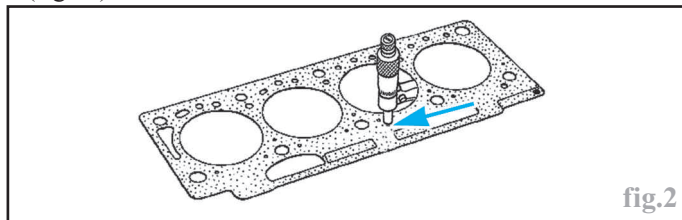

fig.2
- Épaisseur du joint écrasé (fig.2) : **1,32 ± 0,05 mm**.
- Caractéristiques des sièges de soupapes (fig.2, chapitre "Moteur 1.5dCi")